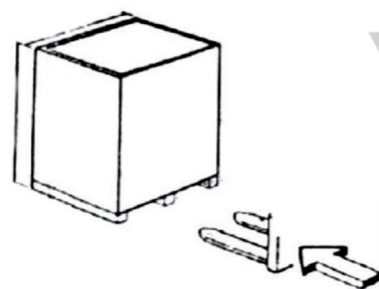

Рис. 1.
-  Подъем или перемещение упакованного оборудования производить погрузчиками или подъемными кранами достаточной грузоподъемности. Положение вилок подъемника указано на рис. 1. При этом работу должны выполнять не менее двух рабочих, дабы избежать опасного раскачивания груза.